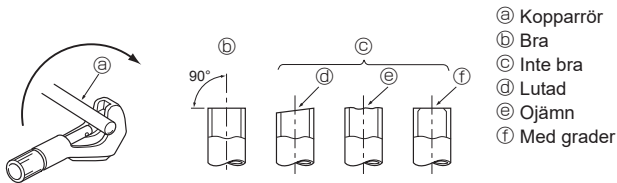

Fig. 5-3
5.2.1. Skära av rör (Fig. 5-3)